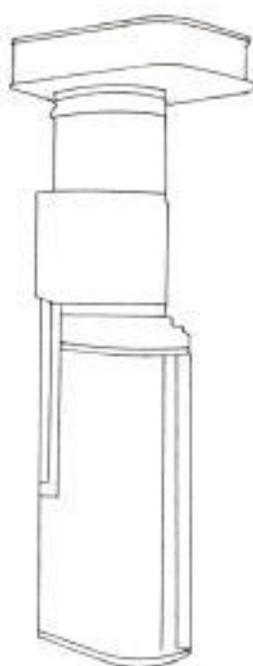

FIG. 12 TIPO - DR
*Tipo DR: El tipo DR que se presenta en la Fig. 12, es un cambiador de toma tipo a